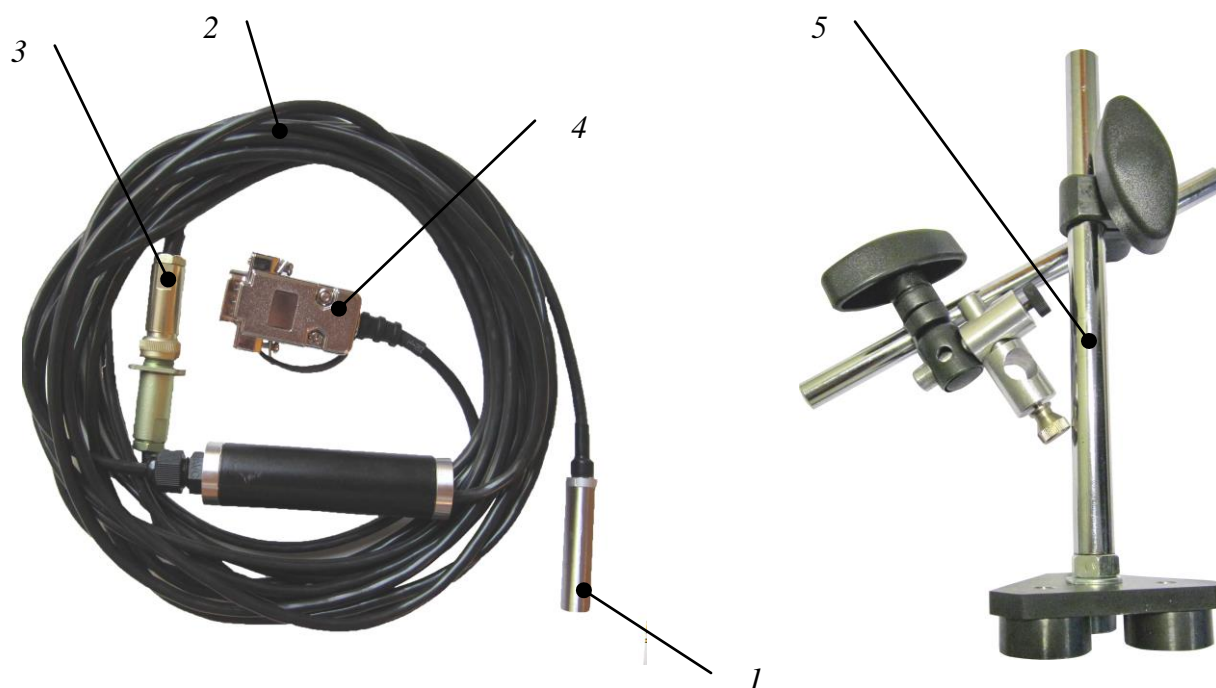

Рисунок 3. Датчик оборотов ДВО-02 с магнитной стойкой
1.8. Датчик оборотов ДВО-02 (Рисунок 3)